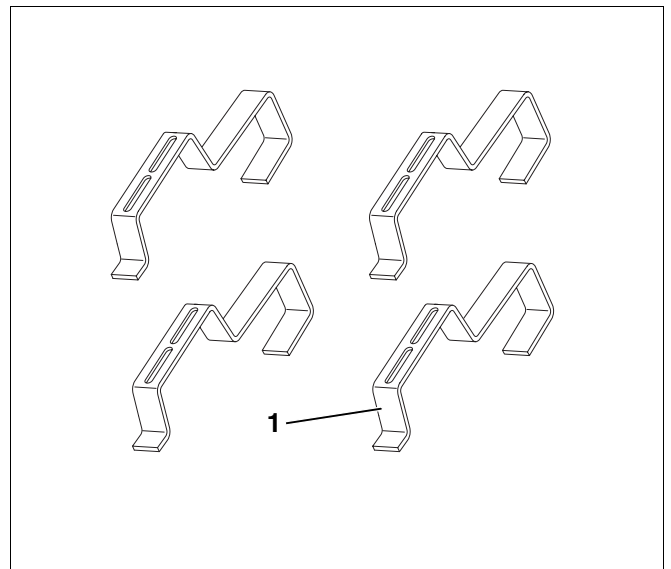

Fig. 5 Juego de montaje para ganchos de tejado
4.2.4 Juego de montaje para gancho de tejado (para cubiertas de tejas comunes y tejas flamencas) – fig. 5